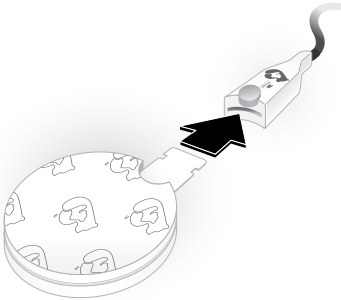

Figura 3-2: Conecte el sensor al cable del sensor
3. Conecte el sensor al conector del cable de sensor. Asegúrese de que la lengüeta de contacto del sensor esté conectada de forma correcta y de que esté insertada completamente en el cable del sensor (consulte la figura 3-2). La pantalla de la unidad de control cambiará a la pantalla de listo una vez que se haya confirmado la conexión del sensor.